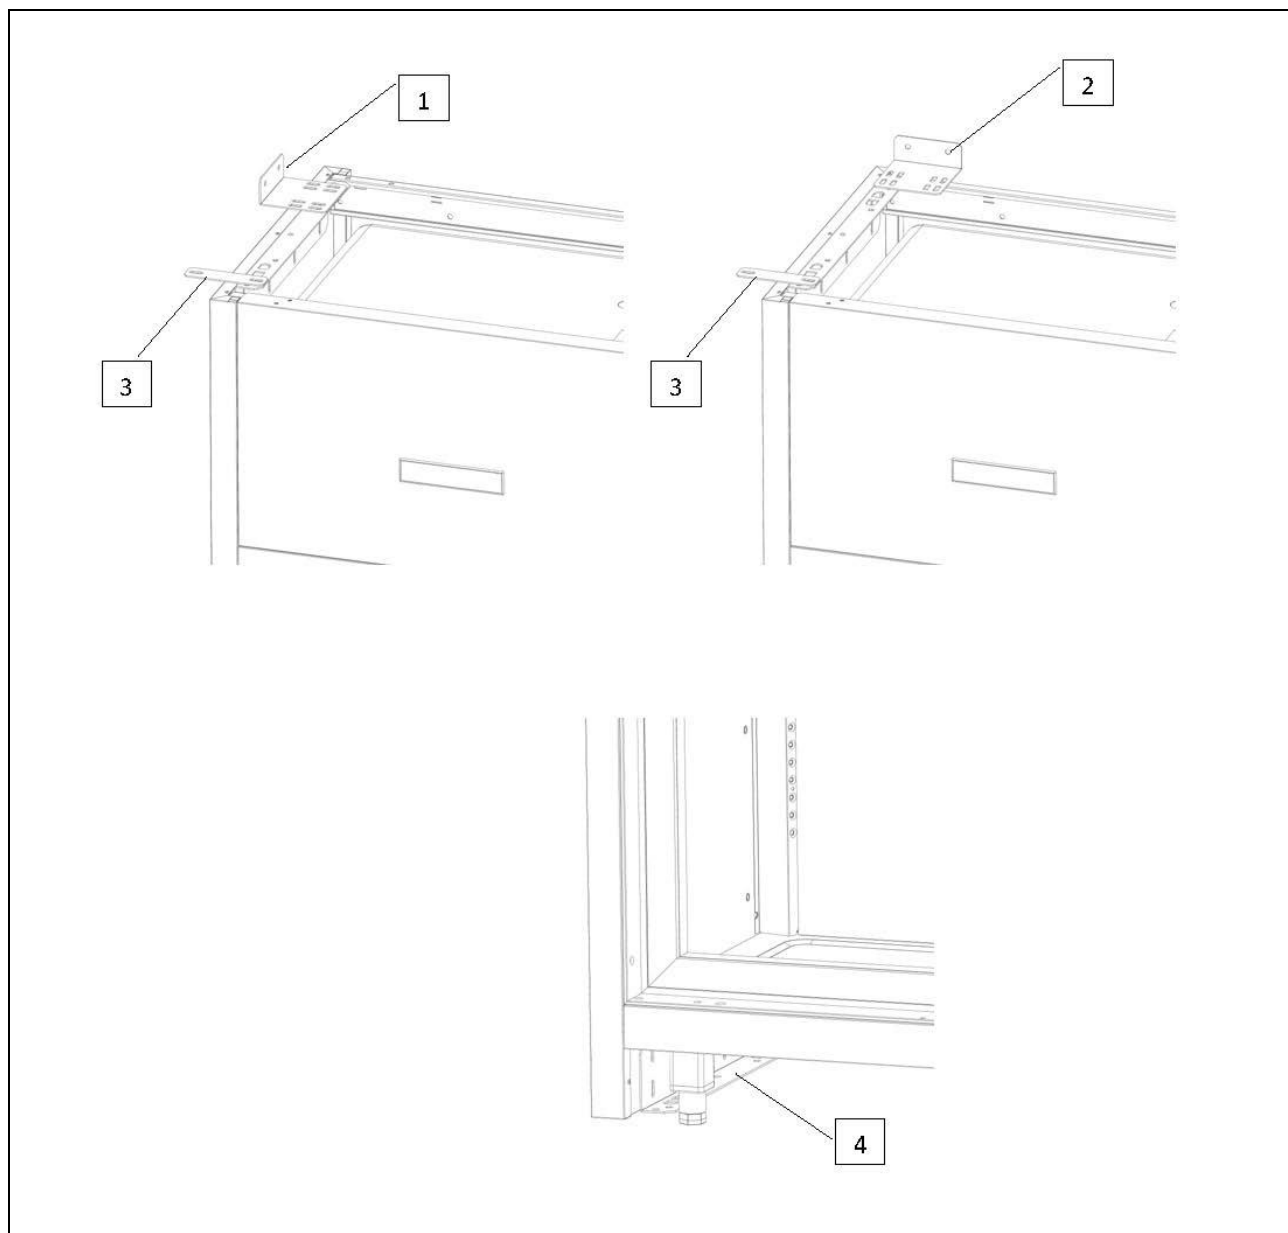

Fig. 4
- Lateralmente, sia dx che sx, con staffa superiore (rif. 1, fig. 4);
- Posteriormente, a parete, con staffa superiore (rif. 2, fig. 4);
- A pavimento, se possibile, con staffa laterale (rif. 4, fig. 4);
- Due o più apparecchiature affiancate devono essere fissate assieme con staffa unione (rif. 3, fig. 4).
- Fissare con i relativi ganci ad incastro (rif. 1 fig. 4), lo zoccolo inferiore (nr. 2 zoccoli se la wine library è passante) fornito separatamente.